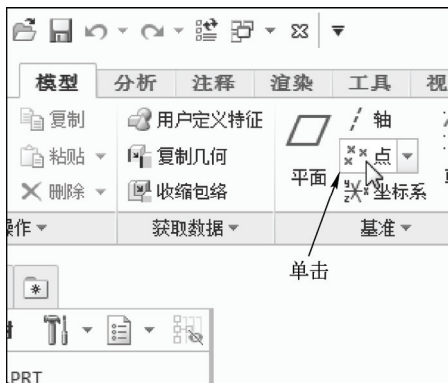

图 5-55 单击“点”按钮
STEP 02 在功能区选项板的“模型”选项卡中，单击“基准”面板中的“点”按钮，如图 5-55 所示。